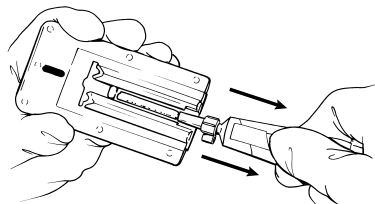

FIGURE 4
- 6a. Appliquer une fine goutte de gel sur toute la longueur de chaque bande (voir Figure 4).